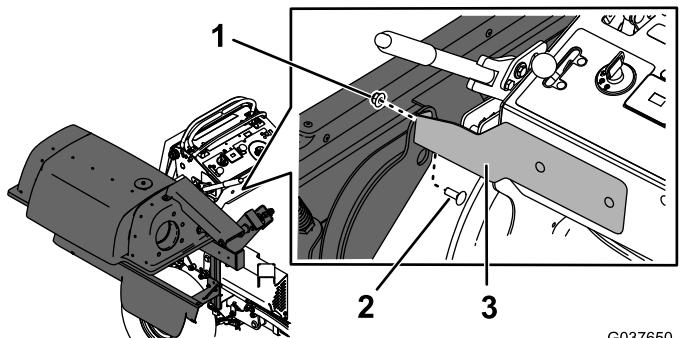

図 16
4. バガーフレームを、前取り付けブラケットに固定するキャリッジボルト $\frac{3}{8}$ " x 1"とナット $\frac{3}{8}$ "で図16のように取り付ける。